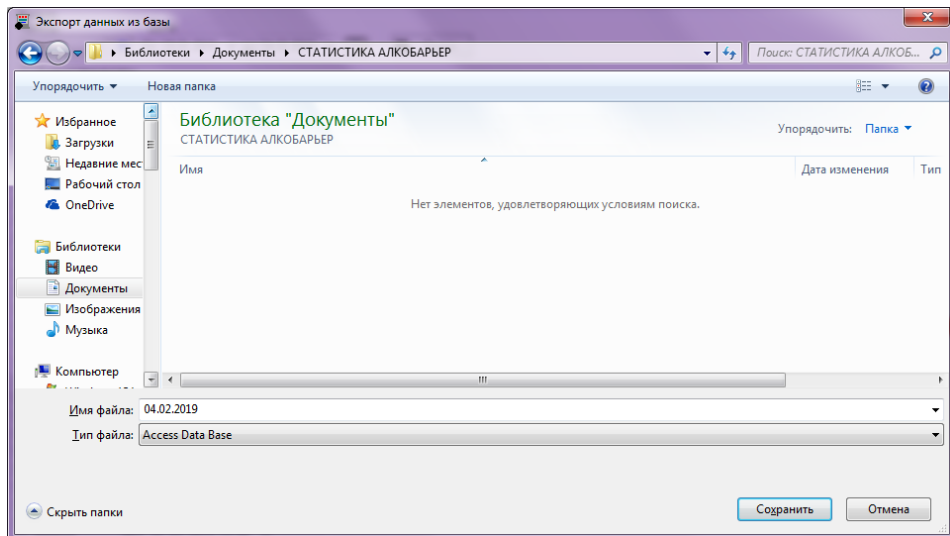

Рисунок 17 – Выбор каталога (папки) для экспорта данных
9.2 Для экспорта базы данных нажмите кнопку «**Экспорт**» – откроется окно экспорта данных, где необходимо выбрать каталог (папку), в которую будет сохраняться экспортируемая база (рисунок 17). Имя файла по умолчанию – текущая дата. При